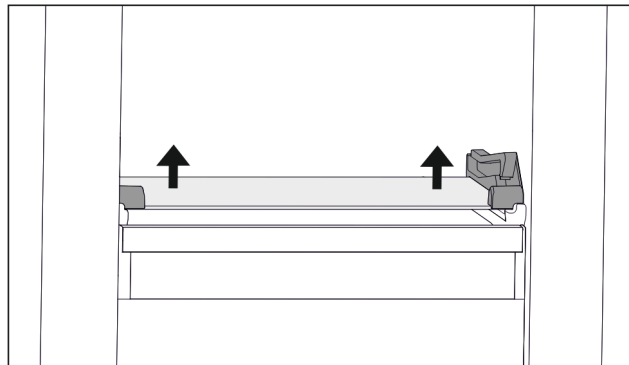

Fig. 107 Steklena plošča nagibnega predala
- ▶ Stekleno ploščo na obeh straneh potisnite od spodaj navzgor. (glejte Fig. 107)